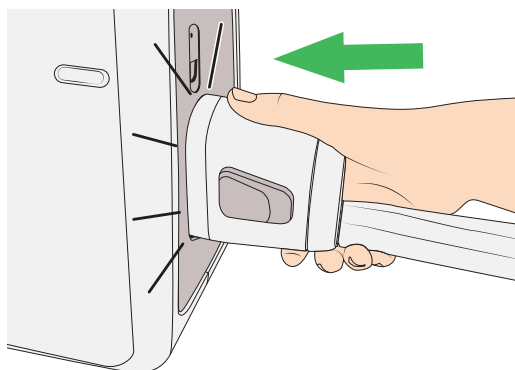

Figura 36
3. Conecte el set de tubos al compresor Auralis y asegúrese de que oye el chasquido que confirma su correcto acoplamiento (consulte la figura 36).